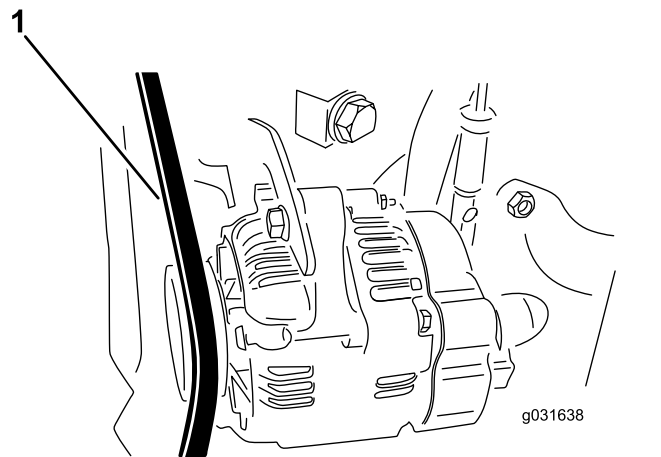

Figura 60
2. Applicate 30 N di forza sulla cinghia dell'alternatore in una posizione a metà tra le pulegge (Figura 60).